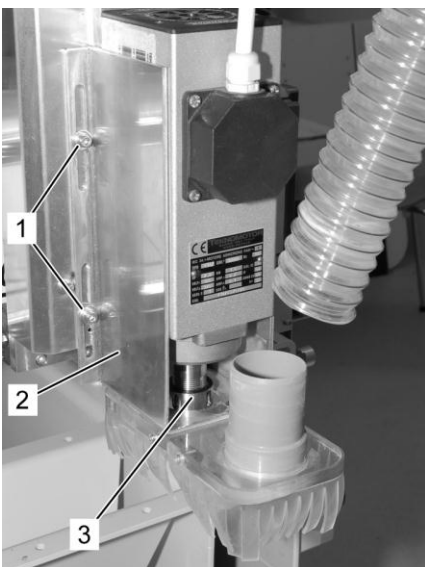
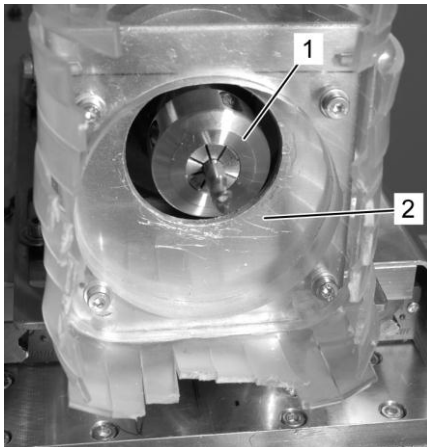

Abb. 31: Werkzeughalter
Abb. 32: Werkzeugaufnahme
3. Schrauben der Z-Verstellung (Abb. 31/1) am Zubehöralter von beiden Seiten lösen und Halter für Absaugungsanlage (Abb. 31/2) nach oben verschieben, um die Werkzeugaufnahme mit Werkzeug (Abb. 31/3) von unten zugänglich zu machen.
4. Schrauben der Z-Verstellung (Abb. 31/1) von beiden Seiten festziehen.
6. Schrauben der Z-Verstellung (Abb. 31/1) von beiden Seiten lösen und Halter für Absaugungsanlage (Abb. 31/2) absenken, bis sich die Werkzeugaufnahme (Abb. 32/1) und Halter für Absaugungsanlage (Abb. 32/2) auf derselben Höhe befinden.